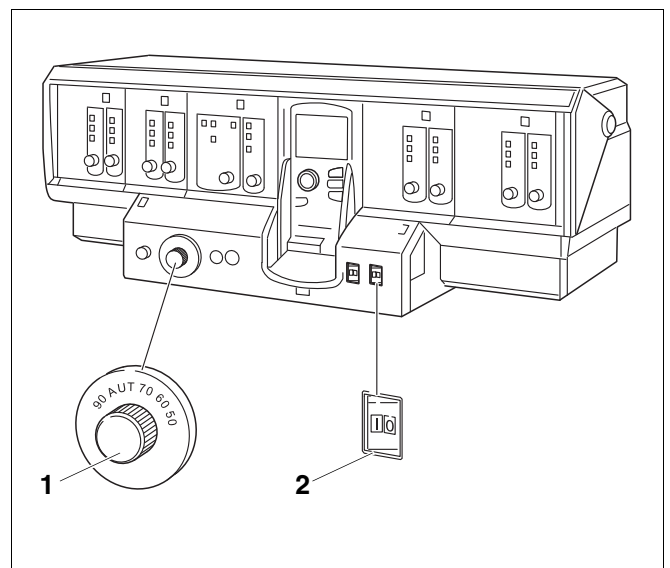

Fig. 3 Appareil de régulation (ici par ex. : Logamatic 4000)
Mettez votre chaudière en marche par le biais de l'appareil de régulation (dans l'exemple cité, figure 3: appareil de régulation de la série 4000). La mise en service de l'appareil de régulation entraîne automatiquement celle du brûleur en marche. Celui-ci peut ensuite être démarré avec l'appareil de régulation. Vous trouverez des informations complémentaires dans la notice d'utilisation de l'appareil de régulation ou du brûleur utilisés.
- Positionnez le thermostat de l'eau de chaudière (fig. 3, **pos. 1**) sur "AUT".
- Placez l'interrupteur de mise en marche (fig. 3, **pos. 2**) en position "I" (MARCHE).
Mettez votre chaudière hors service avec l'appareil de régulation (dans l'exemple cité, figure 3: Appareil de régulation de la série 4000). La mise hors service de l'appareil de régulation entraîne automatiquement l'arrêt du brûleur.
- Placez l'interrupteur de mise en marche (fig. 3, pos. 1) en position "0" (ARRET).